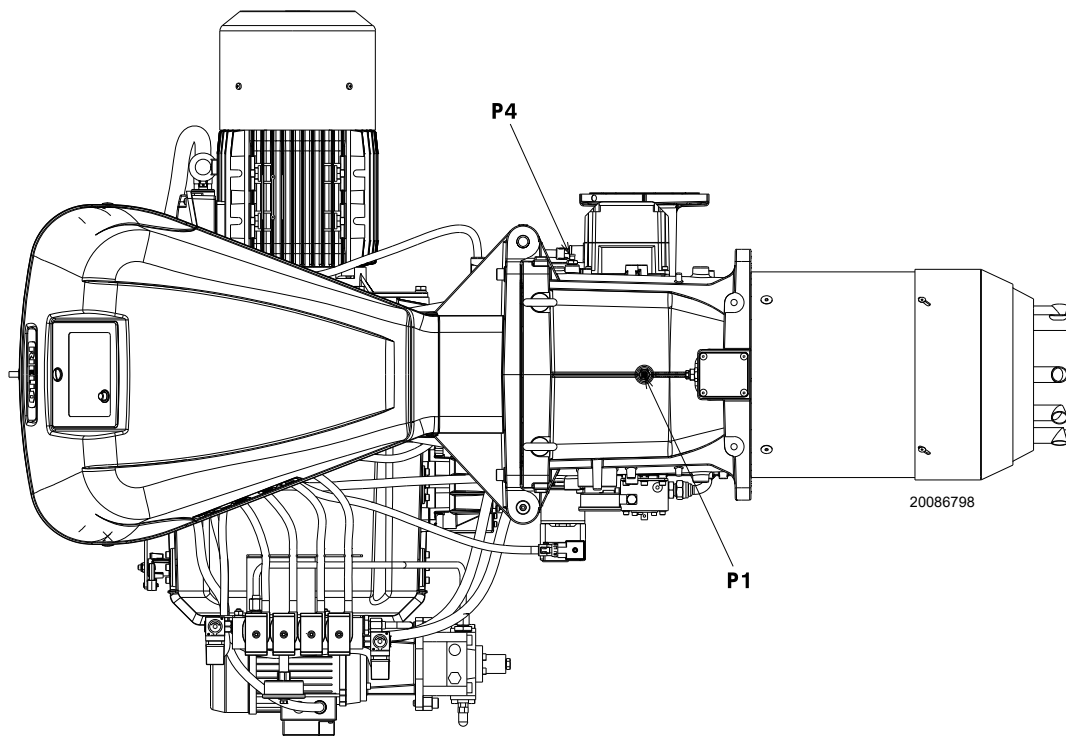

Fig. 27
Presión del gas medida en la toma P1)(Fig. 27 en pág. 29), con:
- restar de la presión del gas en la toma P1)(Fig. 27 en pág. 29) la presión en la cámara de combustión.
Presión del gas en la toma P1)(Fig. 27 en pág. 29)=24,3 mbar
En cambio para conocer la presión del gas que se necesita en el conector hembra P1)(Fig. 27 en pág. 29), una vez fijada la potencia MÁX a la cual se desea que funcione el quemador:
- Leer a la derecha, columna 1, la presión en el conector hembra P1)(Fig. 27 en pág. 29).
presión necesaria en la toma P1)(Fig. 27 en pág. 29).